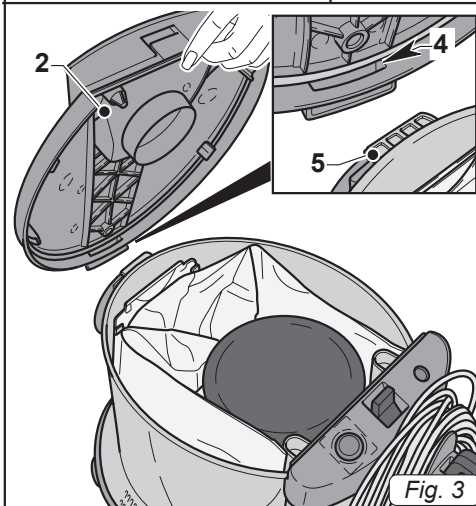
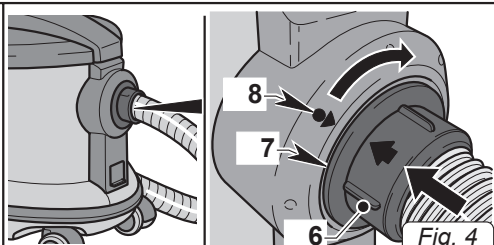

Fig. 3
Fig. 4
- Rimontare il coperchio (2 Fig.3) inserendo la cava (4 Fig.3) presente sul coperchio nella linguetta (5 Fig.4) presente sul fusto; quindi spingerlo verso il basso fino a sentire il click di aggancio.
- Introdurre il manicotto con aggancio a baionetta (6 Fig.4) nel foro (7 Fig.4) del fusto facendo coincidere la freccia presente sul manicotto (6 Fig.4) con la freccia (8 Fig.4) presente sulla ghiera di aggancio; quindi ruotare il manicotto in senso orario fino a bloccarlo.